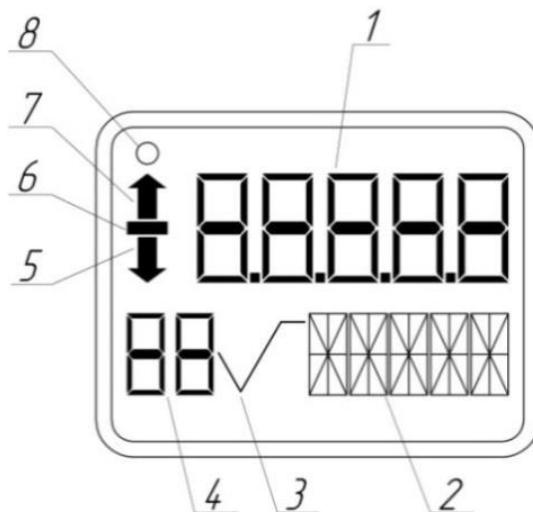

Рисунок 17 – Дисплей ЖК-индикатора
Для датчиков с поддержкой протокола HART 7 сохранение выбранного параметра в энергонезависимой памяти прибора осуществляется одновременным нажатием кнопки « \uparrow » и « \downarrow ». При этом, на ЖК-индикаторе (рисунок 17) появляется кратковременное сообщение: «COXP». Если с момента последнего нажатия кнопки ввода прошло более одной минуты, прибор автоматически переходит в режим отображения измеренного значения, при этом все не сохраненные настройки будут утеряны.
2.6.2 При наличии ЖК-индикатора (рисунок 17) на дисплее отображается: